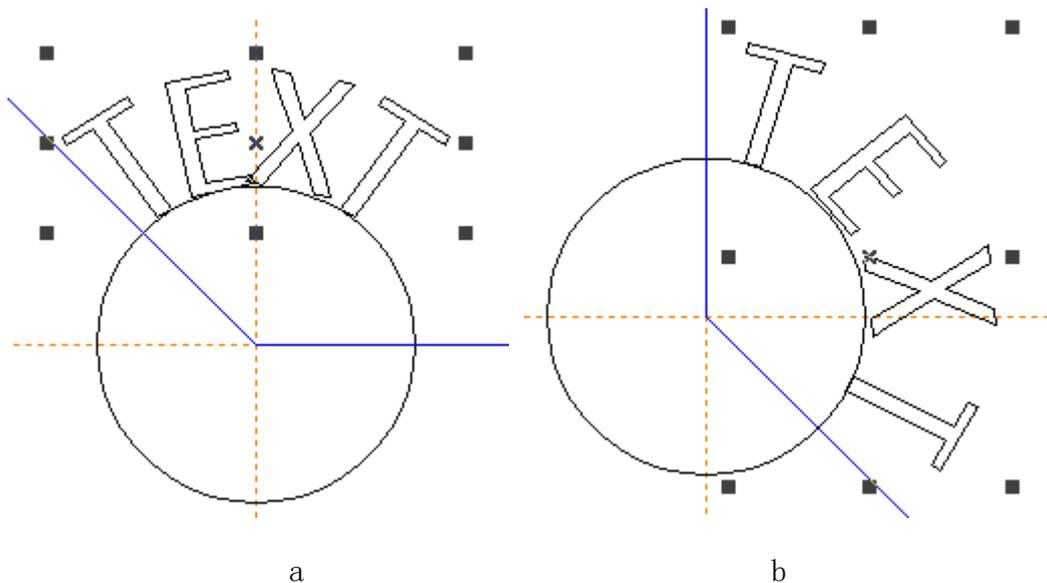

图 4-13 (a 为基准角度为 135 度，角度限制范围为 90 度；b 基准角度为 90 度，角度限制范围 135 度)
**基准角度：**指文字对齐的角度基准。文本开头字符与圆心及 X 轴的夹角。如图 4-13.
**角度限制范围：**使能此参数，则无论输入多少文字，系统都会把文字要缩在限制的角度之内。如图 4-13